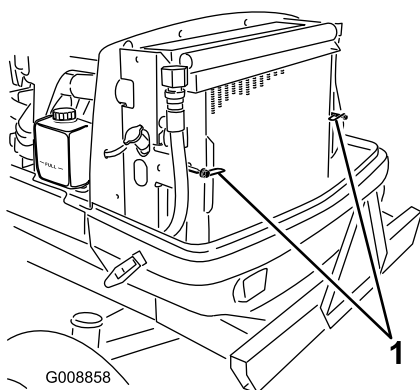

図 77
2. ラッチ（図 77）を回して、オイルクーラをフレームから外す。